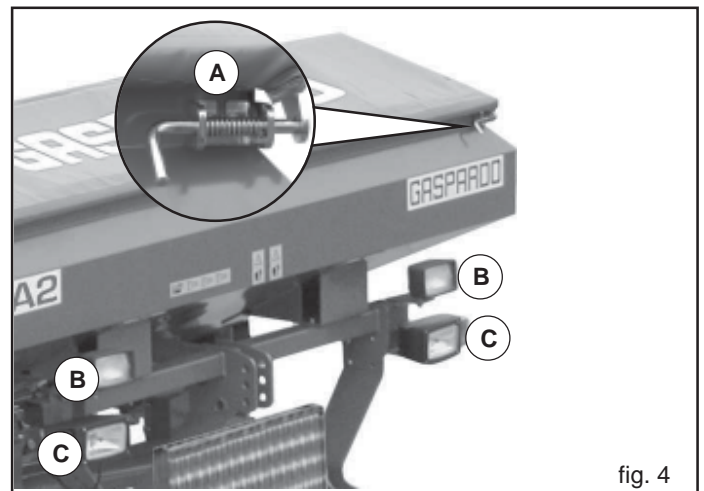

fig. 4
- 7) Effettuare gli spostamenti su strada con tutti i serbatoi vuoti, con una velocità massima di 25 km/h. Assicurare il coperchio con l'apposito tirante di aggancio (A, Fig. 4). Verificare periodicamente il grado di deterioramento del tirante ed all'occorrenza sostituirlo.
- 10) Qualora gli ingombri costituiti da attrezzature portate o semi-portate occultino la visibilità dei dispositivi di segnalazione e di illuminazione della trattore, questi ultimi devono essere ripetuti adeguatamente sulle attrezzature, attenendosi alle normative del codice stradale in vigore nel relativo paese. Accertarsi, quando in uso, che l'impianto luci sia perfettamente funzionante. Gli spostamenti stradali devono avvenire con i fari B (Figura 4) spenti. Regolare l'orientamento dei proiettori anabbaglianti (C, Fig. 4) attenendosi alle normative del codice stradale in vigore nel relativo paese.